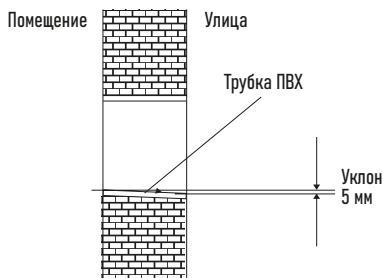

Рисунок 4
- Отрежьте трубку из ПВХ под небольшим углом длиной немного короче, чем толщина стены, и вставьте ее в отверстие (рис. 4).